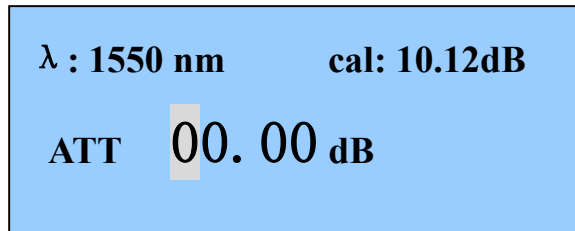

图 5 - 设置“衰减因数”界面
- 1 在显示界面下，光标默认选定衰减因数“ATT”设置值的第一个数字，表示可修改此数字，如图5 所示。